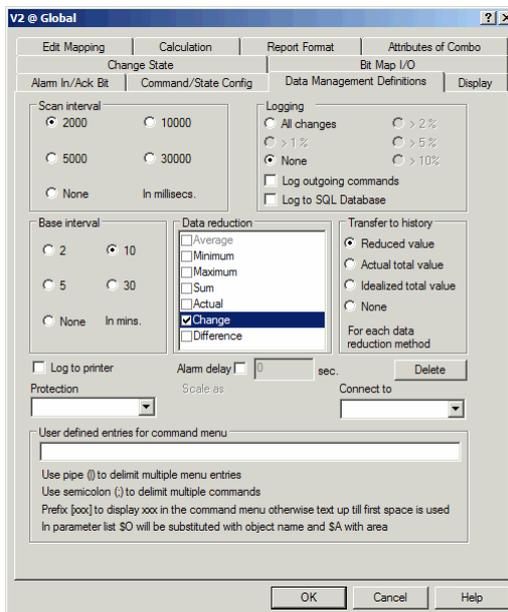

Рис. 3.27. На закладке **Data Management Definitions** определяются свойства сбора данных.
6. Выберите закладку **Data Management Definitions** и установите **Scan interval**, **Data reduction** и **Base interval** на те, что показаны на рис. 3.27.